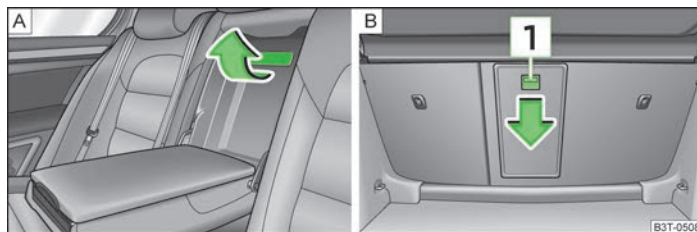

Fig. 100 Asientos traseros: Asidero de la tapa/Maletero: Tecla de desbloqueo
- Tirar del tirador hacia arriba hasta el tope y abatir la tapa hacia abajo » fig. 100 - [A].
- Empujar la tecla de desbloqueo [1] » fig. 100 - [B] hacia abajo y abatir la tapa (con el apoyabrazos) hacia adelante.